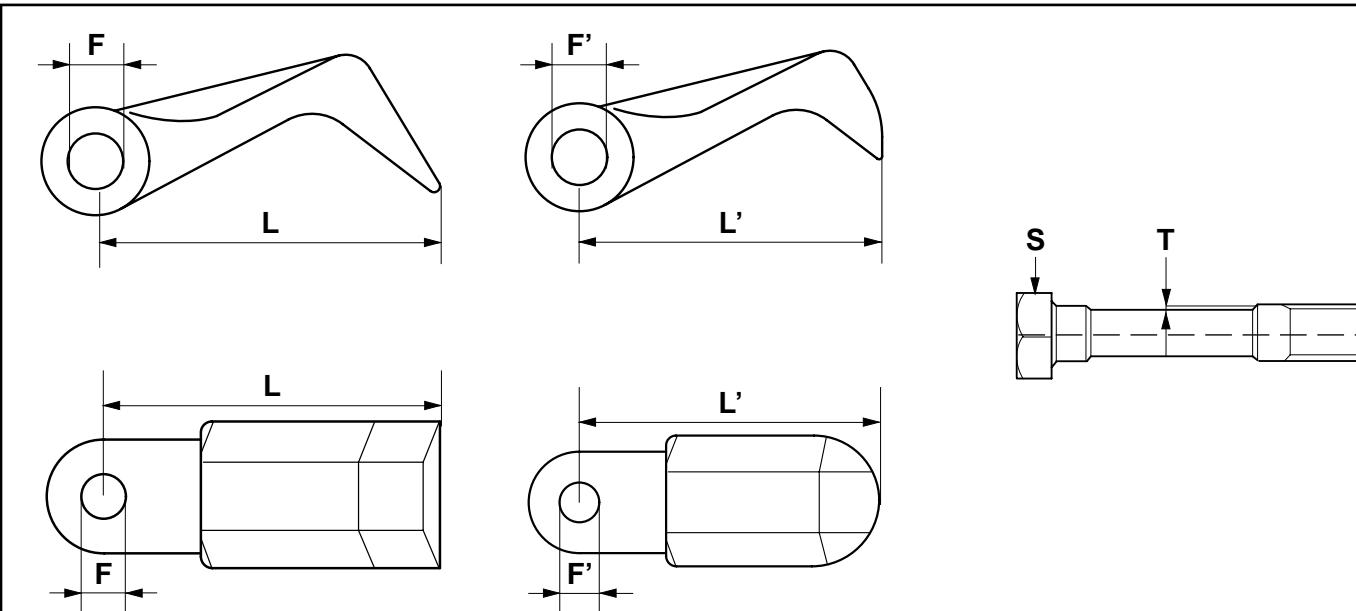

Fig. 13
- Il diametro del foro di fissaggio «F» non deve essere ovalizzato più 2 mm, rispetto al diametro originale (Fig.13).
- La lunghezza «L» dei coltelli non può scendere oltre 15 mm. rispetto la lunghezza originale (Fig. 13).
- L'usura «T» del perno è superiore a 2 mm (Fig. 13).
- Diameteren på fastgøringshullet «F» må ikke blive mere deformet end 2 mm i forhold til den originale diameter (Fig.13).
- Skærebladenes længde «L» må ikke komme under 15 mm i forhold til den originale længde (Fig. 13).
- Slidet «T» på den bolten er større end 2 mm (Fig. 13).
- Diametern på hålet (F) får inte ha mer än max 2 mm slitage (Fig. 13).
- Maximalt tillåtet längdslitage (L) på knivarna 15 mm (Fig.13).
- Gängorna på bulten (S) är skadade.
- Slitage (T) på bulten är mer än 2mm (Fig. 13).